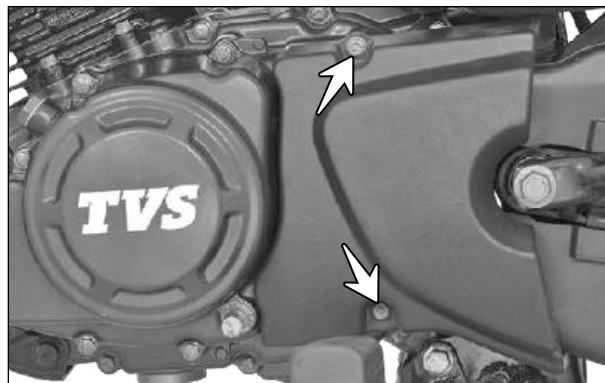

Fig. 6.66
- Remova os parafusos (M6x25) (setas) de fixação da tampa do pinhão da transmissão e retire a tampa. (Fig. 6.66)